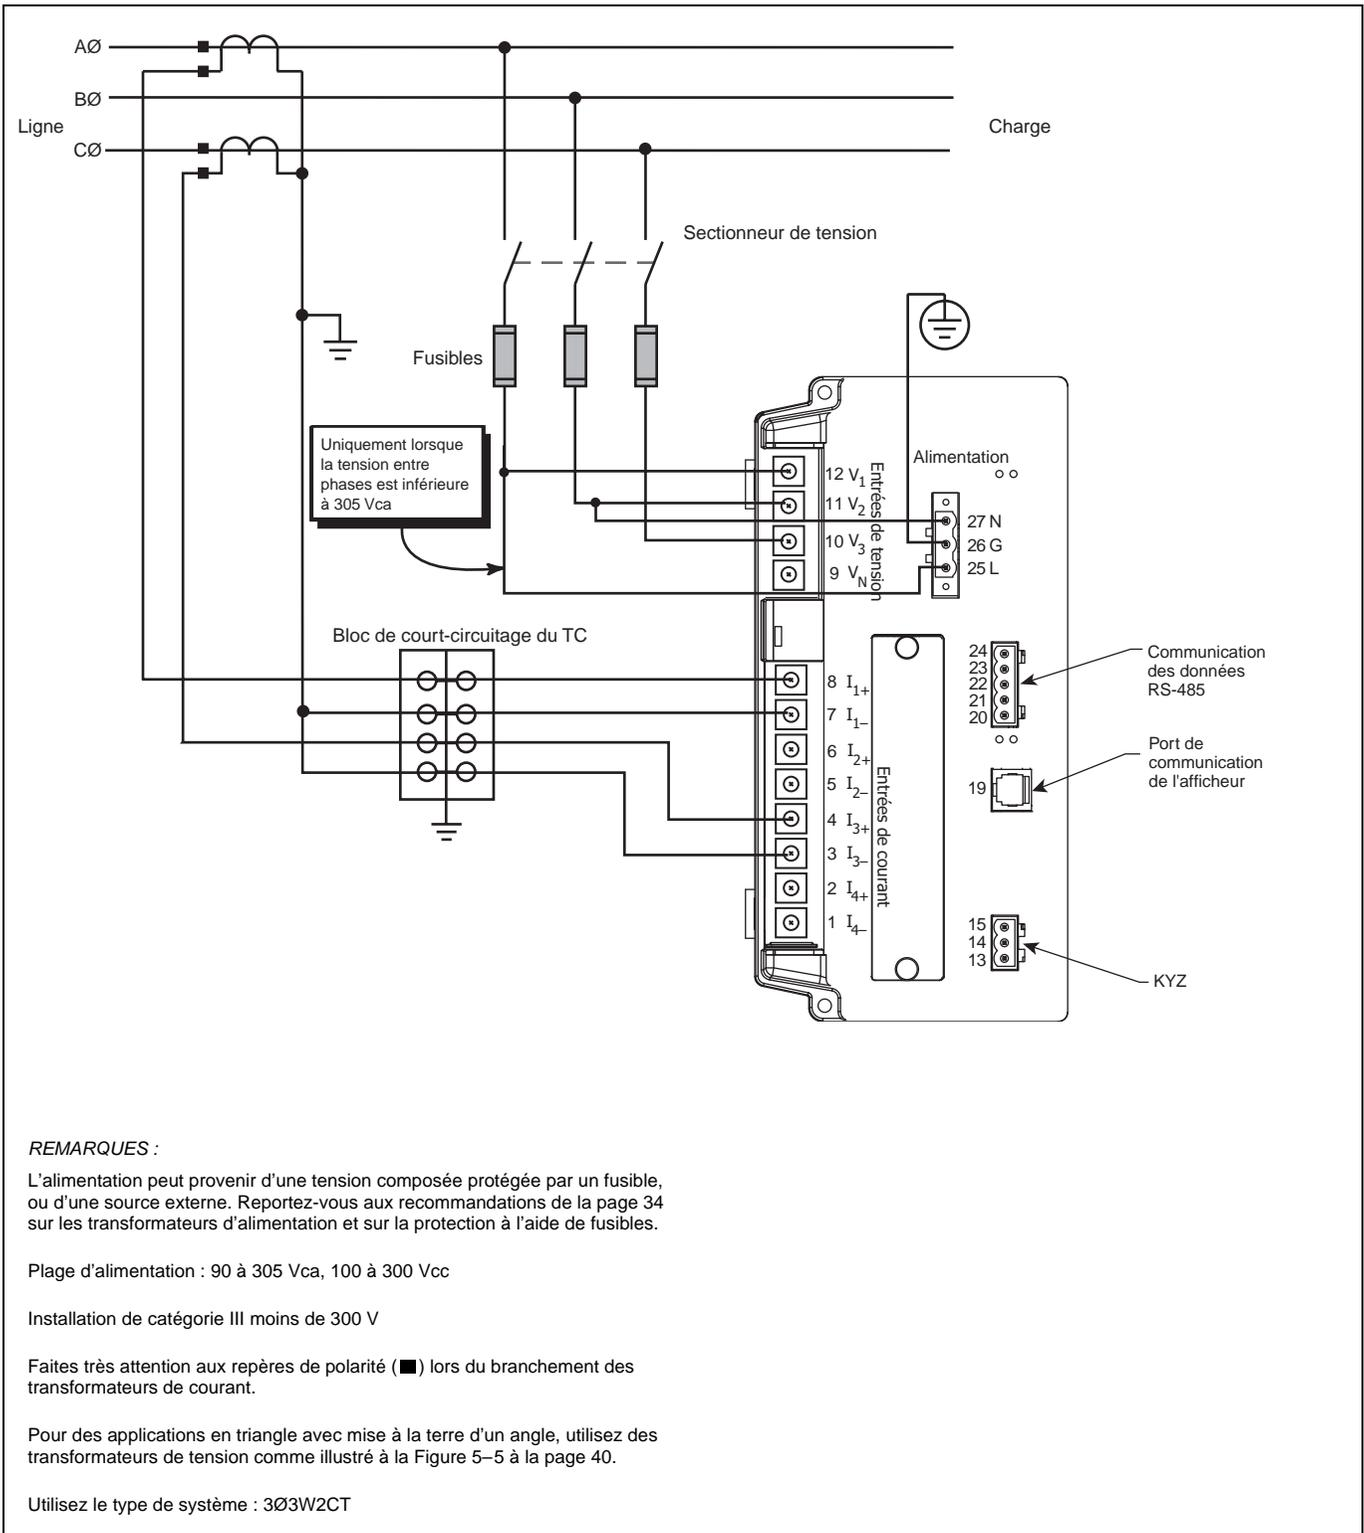

Figure 5-4 : Raccordement de tension directe triphasé, en triangle, avec 2 transformateurs de courant
Le Circuit Monitor accepte un grand nombre de raccordements d'alimentation triphasée y compris les circuits en triangle triphasé et en étoile à quatre fils. Les entrées de tension de mesures prennent en charge la connexion directe avec des systèmes d'alimentation triphasée entre 208 V entre phases/120 V entre phase et neutre, et 600 V entre phases/347 V entre phase et neutre. En outre, le Circuit Monitor supporte des tensions plus élevées grâce à des transformateurs de tension (TT). Le Circuit Monitor peut aussi être utilisé avec des TT pour raccordement entre phases connectés entre phase et neutre, ce qui résulte en une tension entre phase et neutre de 69 V. Le Tableau 5-2 répertorie les raccordements possibles et fait référence aux schémas de câblage des pages 39 à 48. Les Figures 5-4 à 5-13 à partir de la page 39 illustrent le câblage du Circuit Monitor pour des raccordements aux transformateurs de courant, aux transformateurs de tension et à l'alimentation. La Figure 5-14 à la page 49 illustre l'alimentation en courant continu.